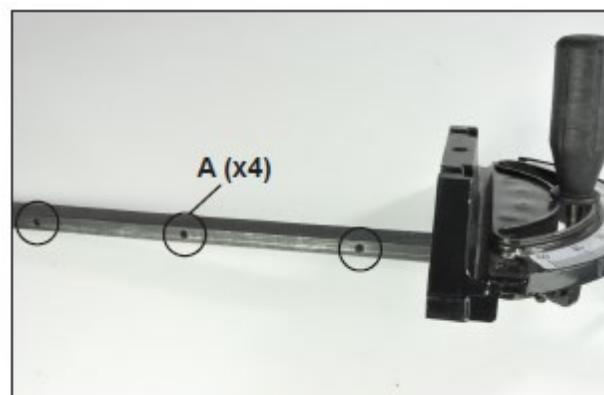

Рис. 29
1. С помощью комбинированного угольника проверить установку пильного диска под 90° к поверхности стола, см. рис. 29 в разд. **РЕГУЛИРОВКА ОГРАНИЧИТЕЛЕЙ УГЛА НАКЛОНА ПИЛЬНОГО ДИСКА**.
**ПРИМЕЧАНИЕ:** если направляющая будет свободна в пазу, произвести регулировку четырьмя винтами с шестигранным шлицем, расположенными сбоку направляющей (рис. 29, А), так чтобы уплотнить посадку в пазу.